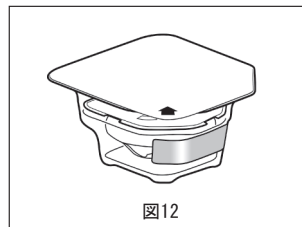

図12
5. 内側のトレイにはシリアル番号、サイズおよび製造管理番号が記載されています。このシリアル番号とサイズが、弁の包装および特定医療機器登録用紙に記載されている番号と合っているか確認します（図12）。